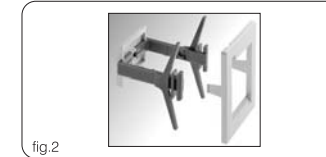

fig. 2
- retroquadro con kit a richiesta (fig. 2).